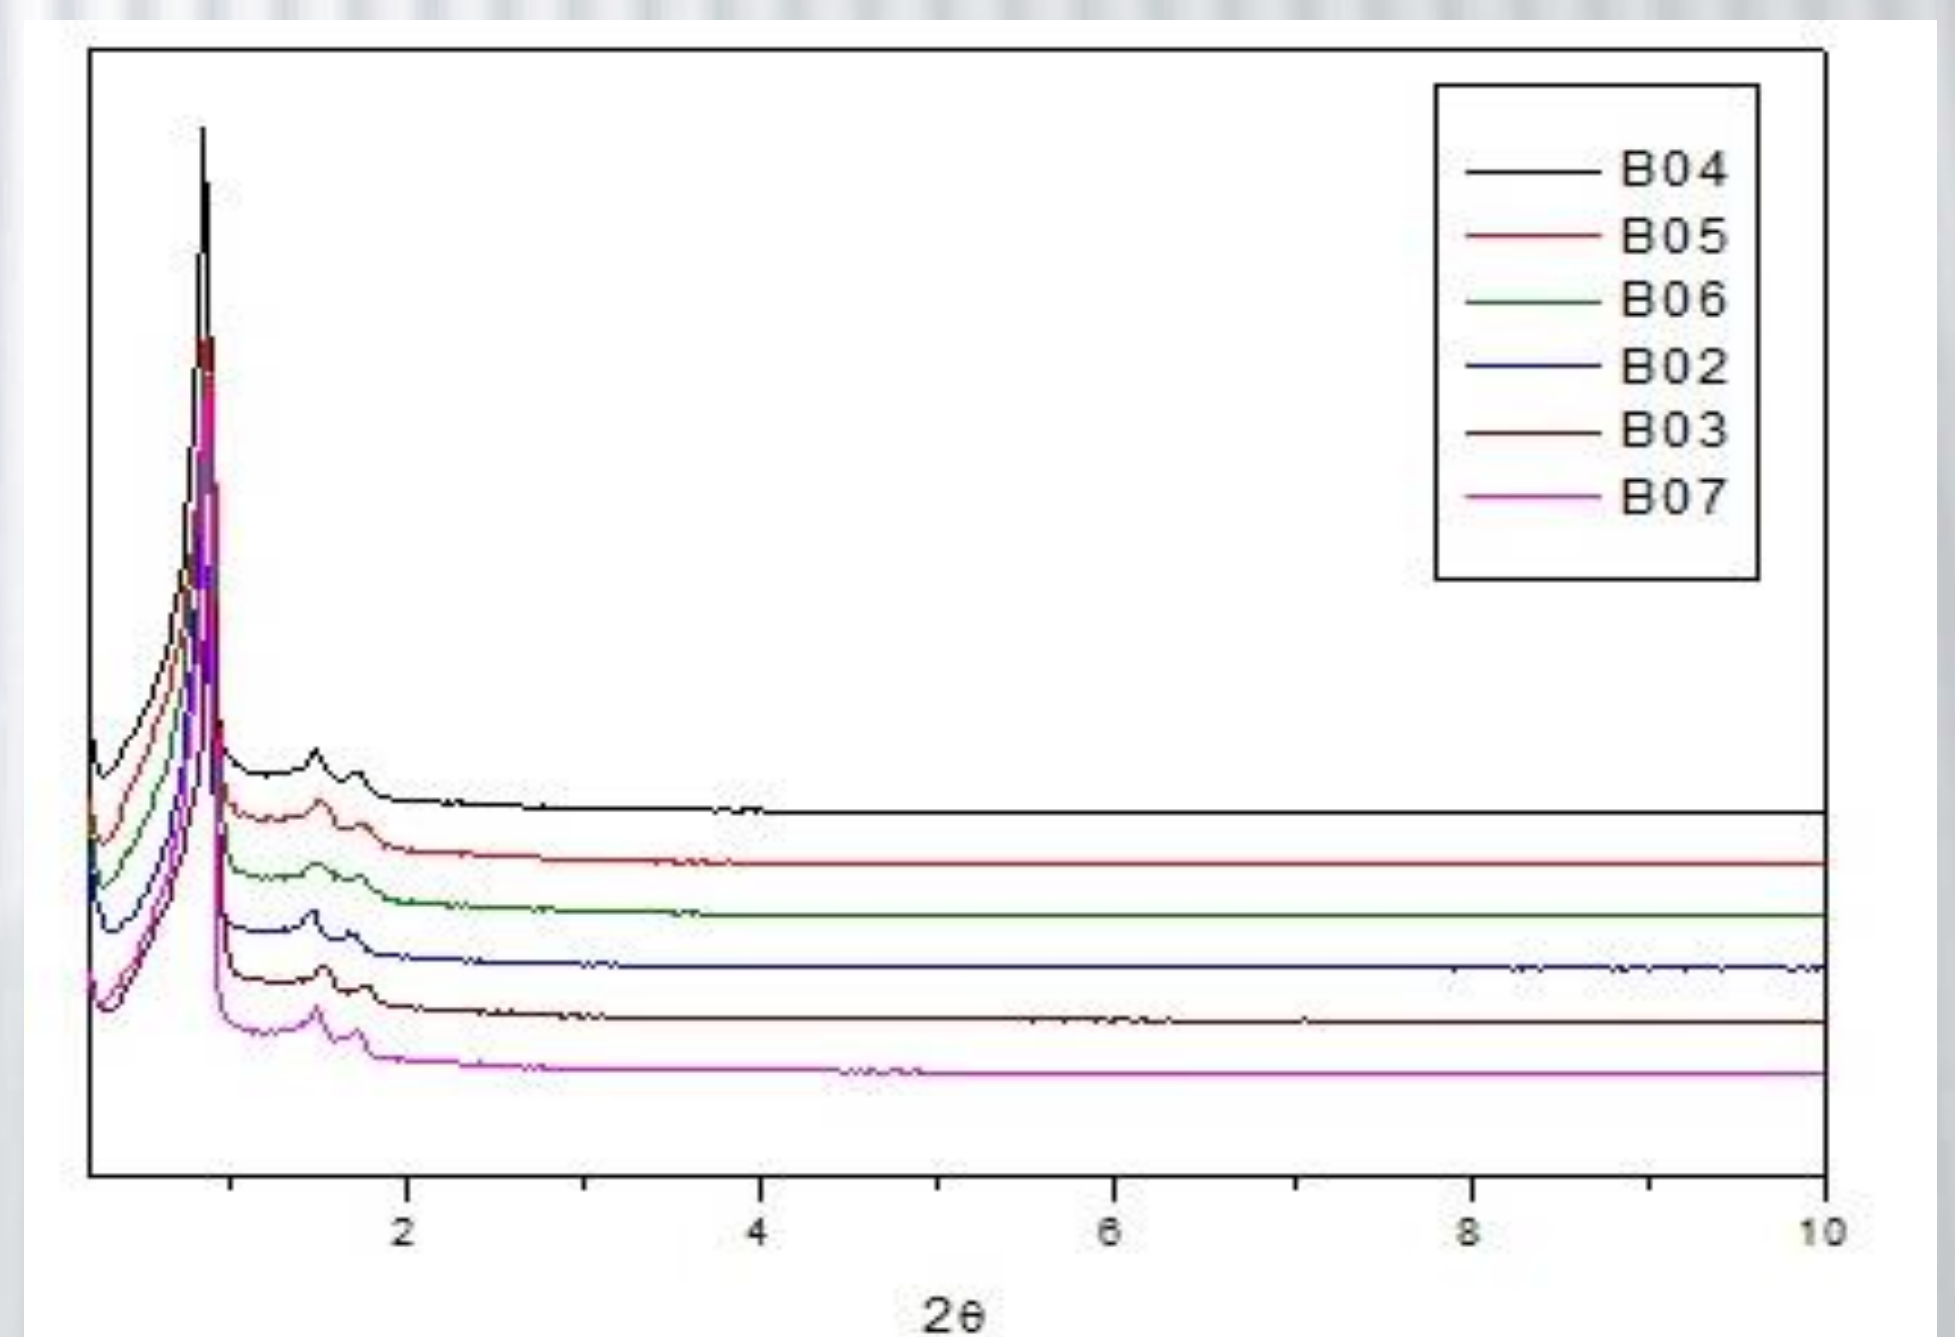

Figura 3. Difratograma de raios X das amostras de SBA.
- Na figura 3, o difratograma de raios X das amostras em baixo ângulo (entre  $0,2^\circ$  e  $10^\circ$ ) indica que as amostras de SBA possuem o mesmo perfil da sílica mesoporosa que se desejava obter.